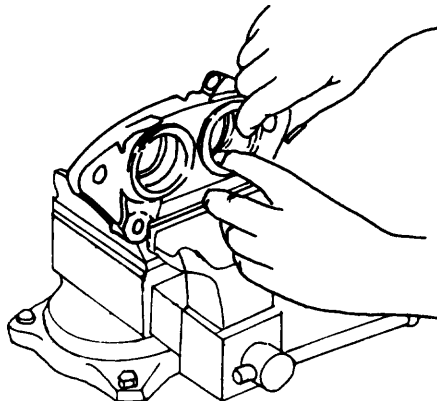

Fig. 7
- a Instale los sellos de los pistones (fig. 7).